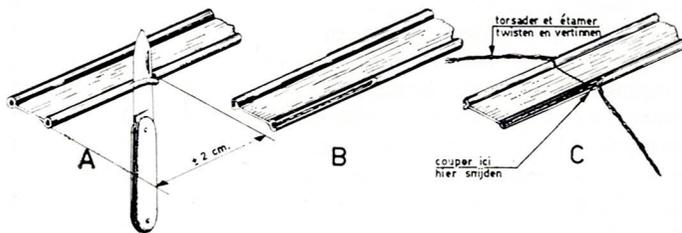

fig. 7
1. A l'aide d'un couteau, enlever latéralement l'isolant de chaque conducteur sur une longueur de 1 à 2 cm (fig. 7 A)
2. Dégager les conducteurs en les repliant à 90° et couper l'isolant central (fig. 7 B)
3. Torsader les fils et les étamer (fig. 7 C)